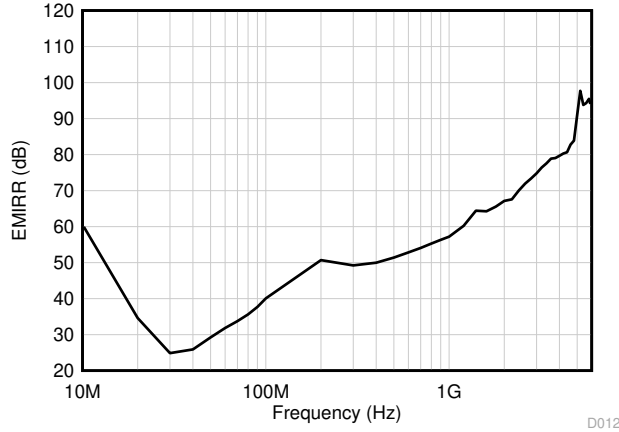

图 6-3. EMIRR 测试
TLV916x-Q1 使用集成电磁干扰 (EMI) 滤波功能来降低干扰源 (如无线通信设备以及混合使用模拟信号链和数字元件的高密度电路板) 产生的 EMI 效应。利用电路设计技术可以提高 EMI 抗扰度; TLV916x-Q1 可从这些设计改进中受益。德州仪器 (TI) 已具备在 10MHz 至 6GHz 宽频谱范围内准确测量和量化运算放大器抗扰度的能力。图 6-3 展示了对 TLV916x-Q1 执行此测试的结果。表 6-1 提供了 TLV916x-Q1 在实际应用中通常会遇到的特定频率下的 EMIRR IN+ 值。运算放大器的 EMI 抑制比应用报告包含了与运算放大器相关的 EMIRR 性能主题, 该报告可在 [www.ti.com](http://www.ti.com) 上下载。